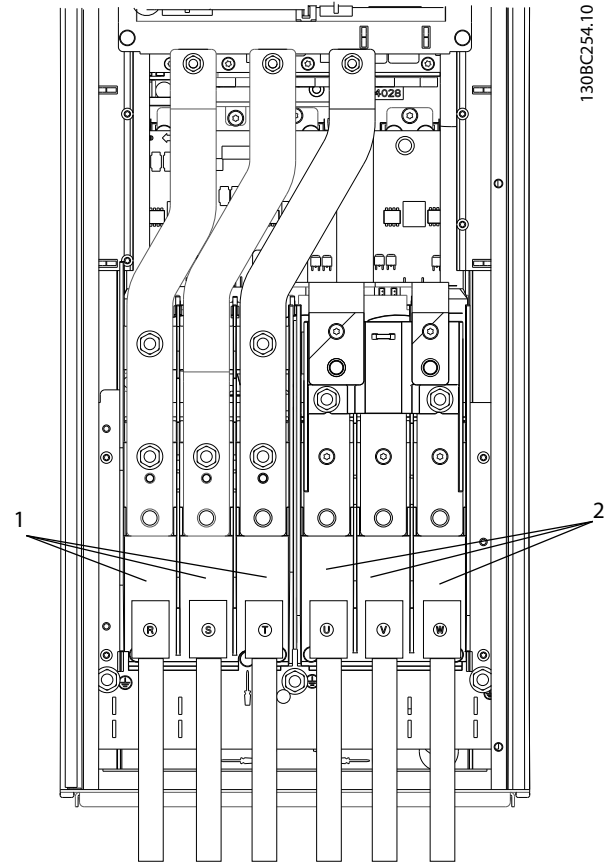

Abbildung 2.11 Netzanschluss
- Schließen Sie die 3 Phasen des Netzeingangs an die Klemmen L1, L2 und L3 an (siehe Abbildung 2.11).